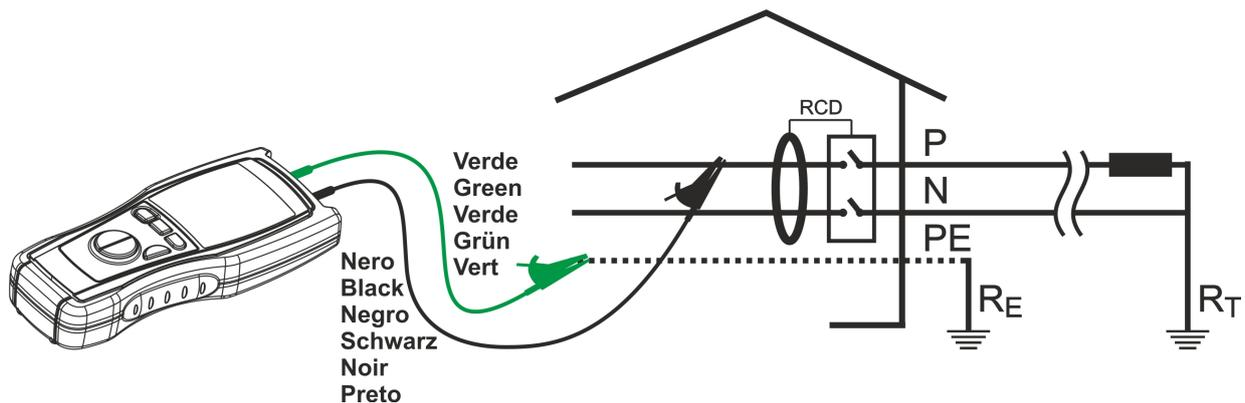

Fig. 11 : Connexion des bornes de l'instrument dans l'essai  $M\Omega$
6. Connecter les bornes de l'instrument aux extrémités des conducteurs dont on souhaite mesurer l'isolement réciproque (voir Fig. 11).